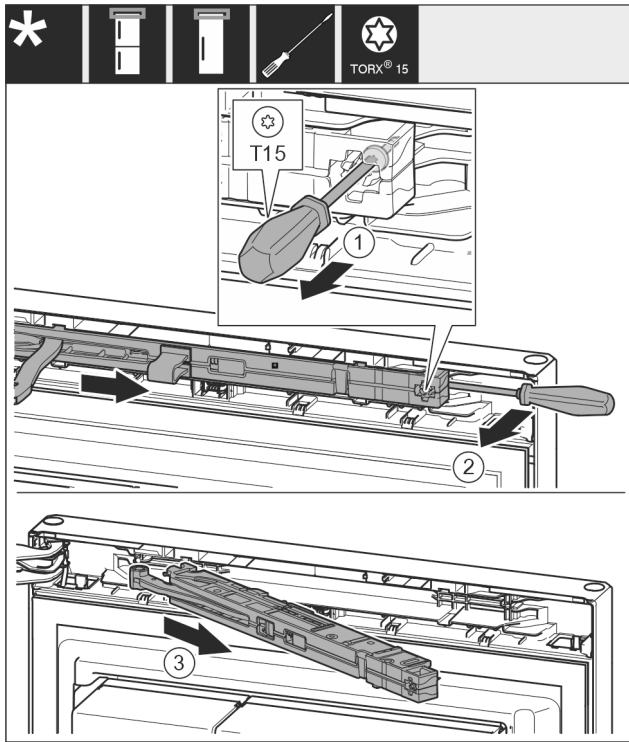

Fig. 11
- ▶ Atlaisvinkite uždarymo amortizatoriaus mazgą varžta atsuktuvu T15 maždaug 14 mm. Fig. 11 (1)
- ▶ Pakiškite atsuktuvą rankenos pusėje po uždarymo amortizatoriaus mazgą ir pasukite mazgą į priekį. Fig. 11 (2)
- ▶ Ištraukite uždarymo amortizatoriaus mazgą. Fig. 11 (3)